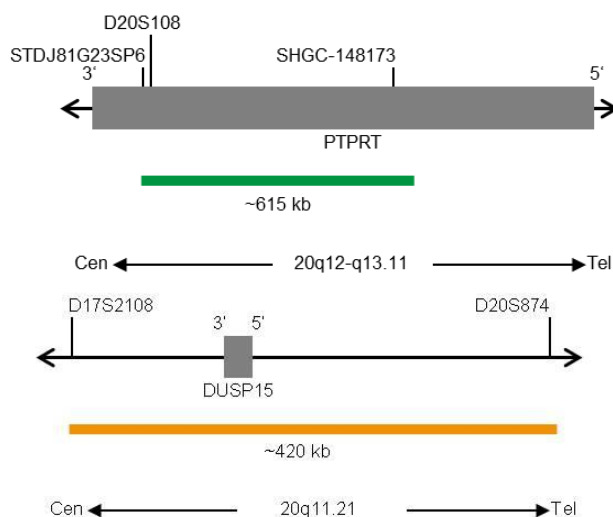

Abb. 1: Oben: SPEC PTPRT Sondenlokalisierung; Unten: SPEC 20q11 Sondenlokalisierung (nicht maßstabsgetreu)
- ZyGreen (Anregung 503 nm/Emission 528 nm) markierten Polynukleotiden (~10,0 ng/μl), die gegen Sequenzen in 20q12* (chr20:40,807,040-41,419,634) gerichtet sind, welche die PTPRT-Genregion enthalten (siehe Abb. 1).
- ZyOrange (Anregung 547 nm/Emission 572 nm) markierten Polynukleotiden (~4,5 ng/μl), die gegen Sequenzen in 20q11.21* (chr20:30,301,019-30,719,110) gerichtet sind (siehe Abb. 1).